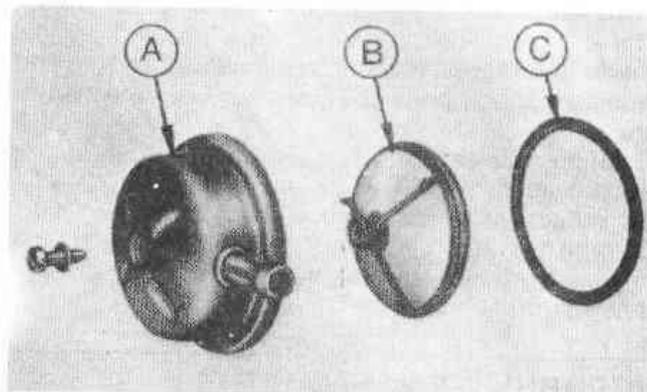

Рис. 3.4. Очистка топливного фильтра (Разд. 5)
5. Подденьте отверткой и извлеките клипс троса газа из кронштейна на впускном коллекторе (Рис.3.4). Отогните по одному лепестки клипса отверткой и, вращая, выньте оболочку троса газа.